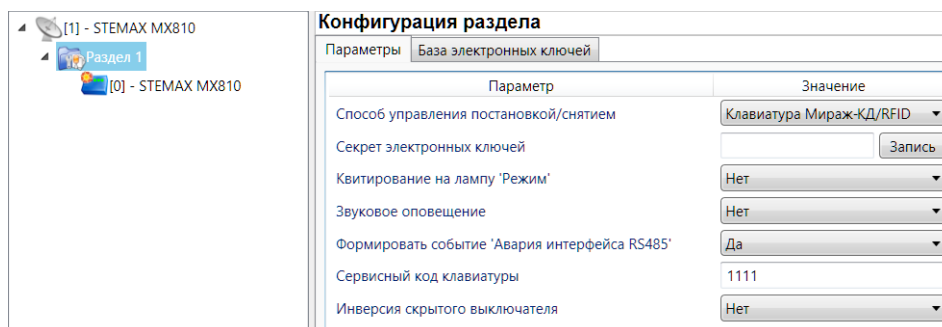

Рис. 4.3. Вкладка *Параметры*
1. Перейдите на вкладку *Параметры* (рис. 4.3).
1. Нажмите кнопку  (рядом с полем *Секрет электронных ключей* на вкладке *Параметры*), см. рис. 4.3 выше.